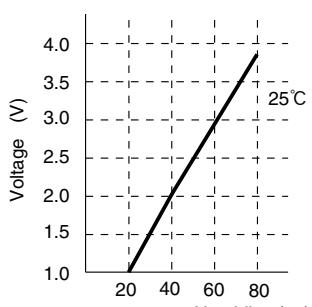

Fig. 5-2
- From the output (② pin) of humidity sensor, the 5V pulse of different width is output according to detected humidity. Smooth output pulse is carried out by C301 and it changes into the characteristic of voltage-humidity as shown in Fig.5-2. The micro computer detects and controls humidity by reading this voltage directly.
- Une impulsion 5V de largeur différente est fournie de la sortie (broche ②) du capteur d'humidité selon l'humidité détectée. C301 fournit une impulsion de sortie régulière, qui change en caractéristiques de tension-humidité comme indiqué sur la Fig. 5-2. Le microprocesseur détecte et contrôle l'humidité en lisant directement cette tension.